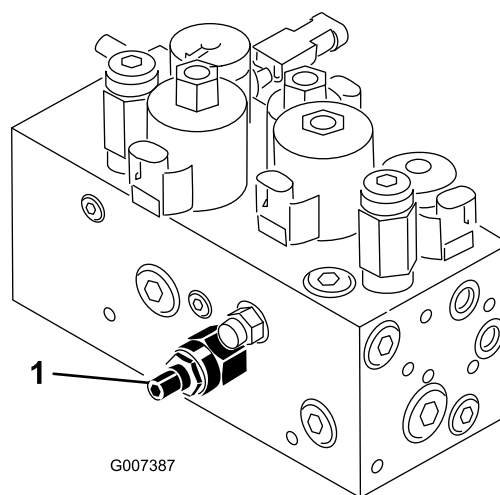

Figura 58
Il circuito di sollevamento/abbassamento degli apparati di taglio della macchina è dotato di una valvola di regolazione del flusso (Figura 58). Questa valvola viene preregolata in fabbrica con un'apertura di 3 giri circa, ma è talvolta necessario regolarla per compensare i dislivelli delle temperature dell'olio idraulico, delle velocità di tosatura, ecc. Se necessario, regolate come segue:
1. Alzate il sedile e individuate la valvola di regolazione del flusso per il telaio di trazione centrale (Figura 58), situata accanto al collettore idraulico.